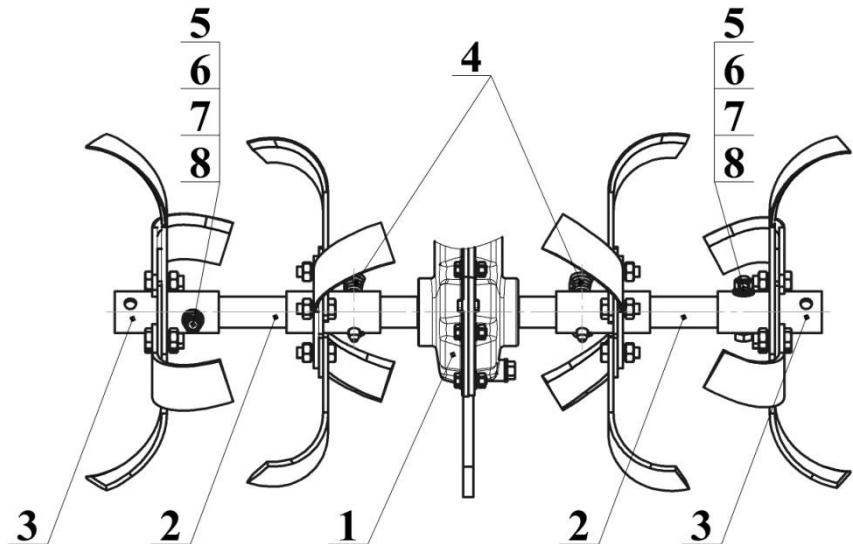

Рисунок 8 – Культиватор
5.6 Культиватор (рисунок 8).
6.1.9.3 Соберите два блока левых и правых фрез (рисунок 8) в следующей последовательности:
1) вставьте валик фрезы 2 (рисунок 8), собранной по п. 6.1.9.1, во втулку фрезы 3 (рисунок 8), собранной по п. 6.1.9.2, совместив отверстие валика фрезы с отверстием во втулке фрезы, вставьте болт 5 и зафиксируйте его гайкой 6 с шайбами 7 и 8;